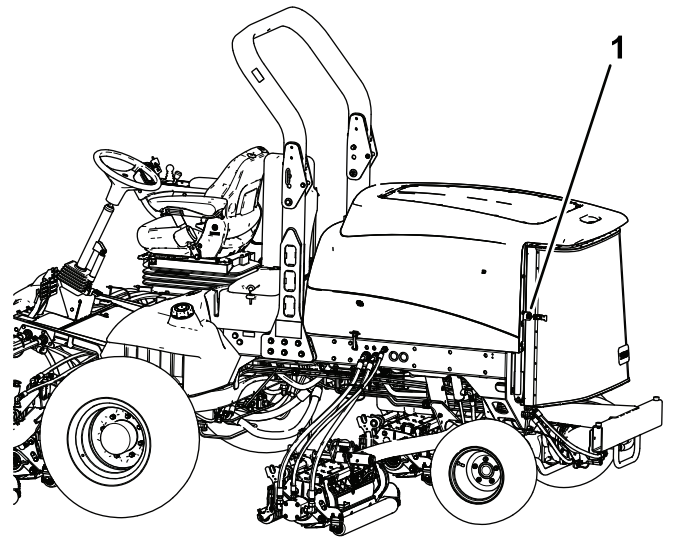

Figure 115
2. Déverrouillez et ouvrez la grille arrière (Figure 115).